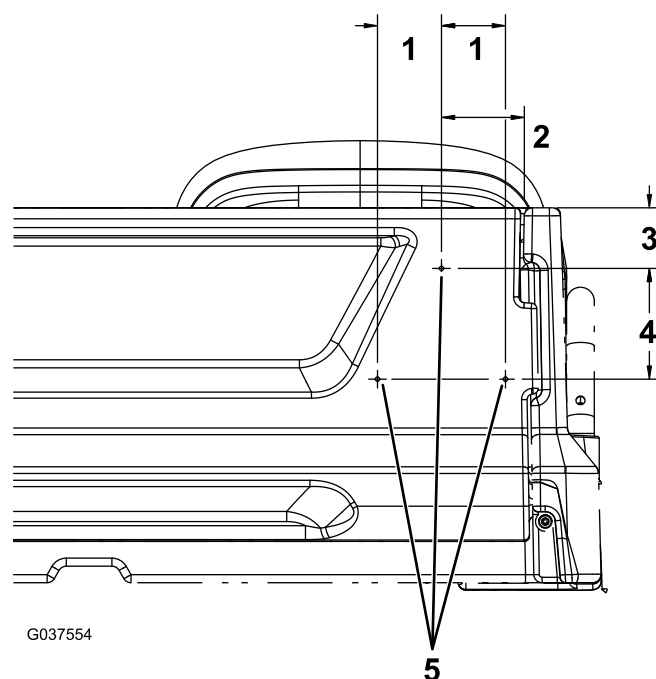

Figura 14
1. En el lado derecho del portón, mida 95 cm desde el borde derecho del portón y 70 cm desde el borde superior del portón, y marque este punto (Figura 14).
2. Mida 128 mm hacia abajo desde el taladro marcado en el paso 1 y 74 mm hacia la derecha y hacia la izquierda, y marque estos 2 puntos (Figura 14).
3. Perfore un taladro de 5 mm en cada una de las 3 posiciones marcadas (Figura 14).